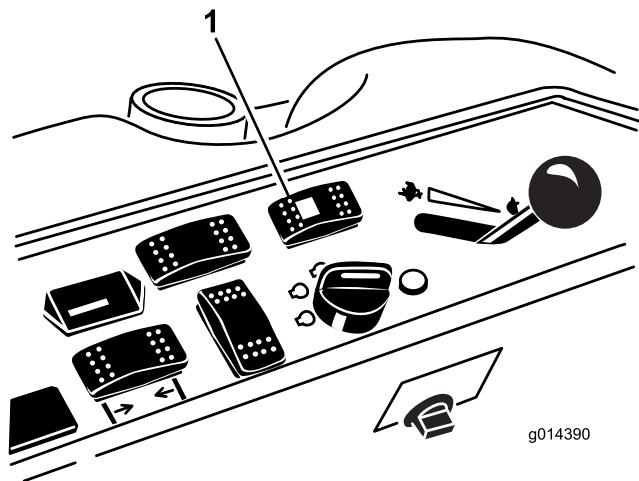

Рисунок 41
1. Нажмите переключатель режимов рулевого управления (Рисунок 41) в заднее положение (рулевое управление с приводом на четыре колеса).